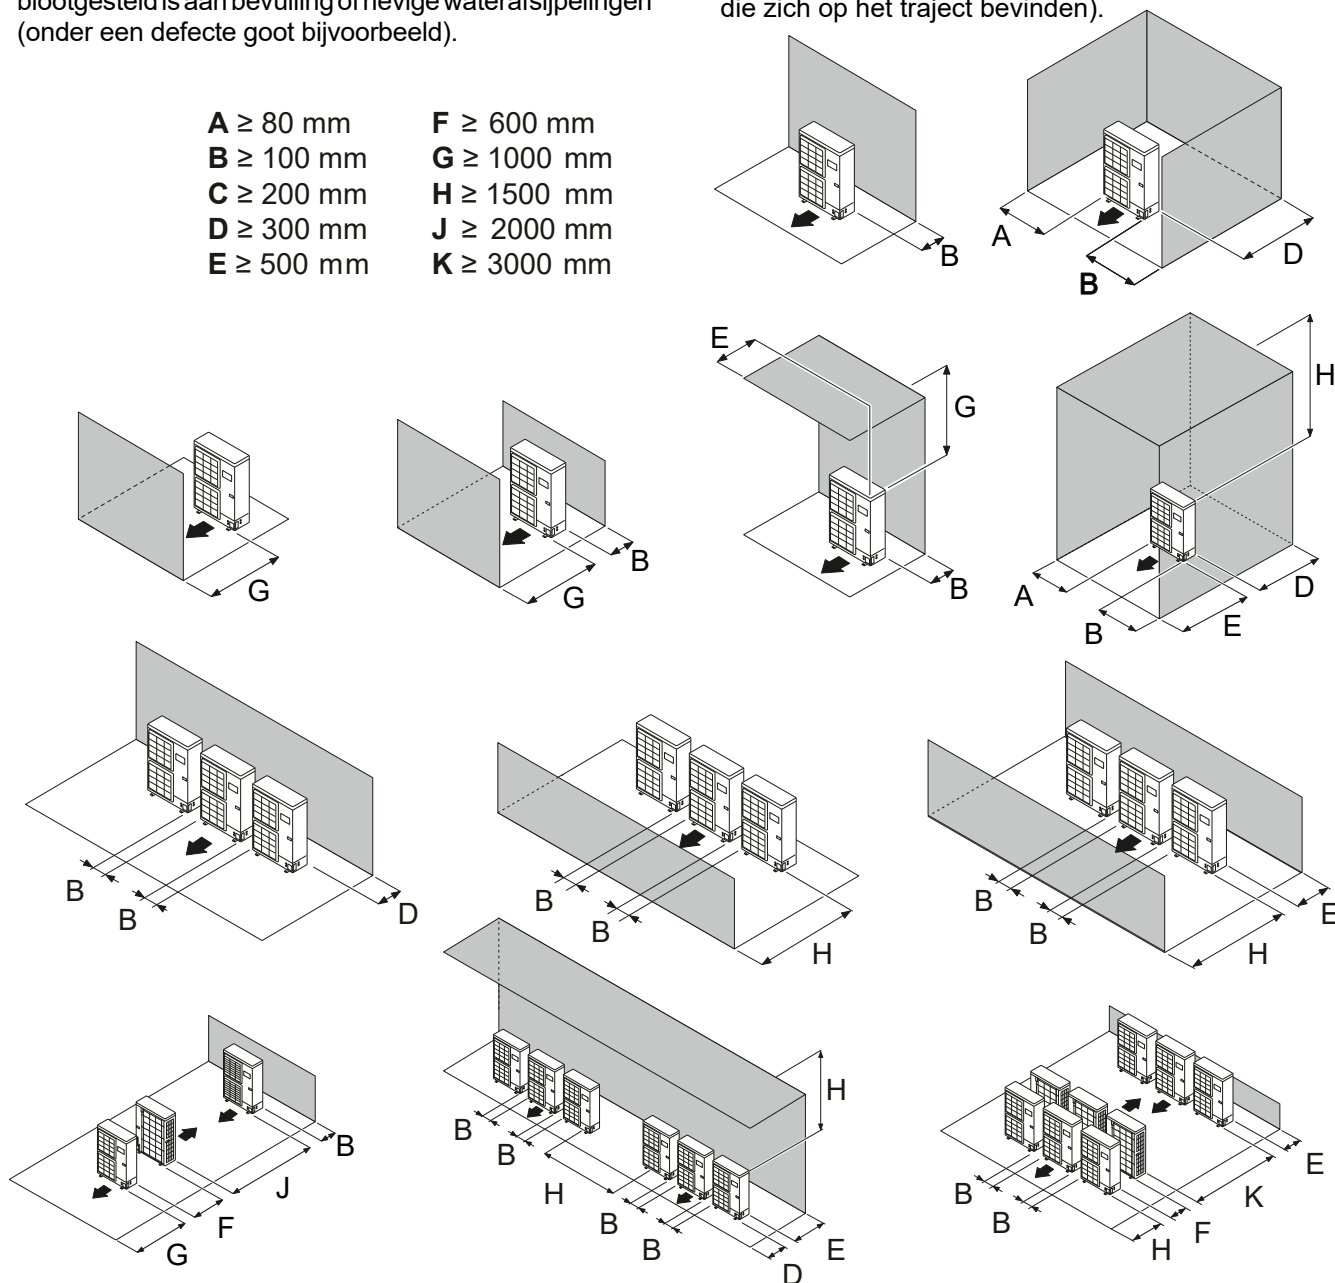

fig. 13 - Minimale installatieruimte rond de buitenunit (alle modellen)
- De luchtcirculatie door de verdamper en aan de uitgang van de ventilator mag niet belemmerd worden door hindernissen (fig. 13).